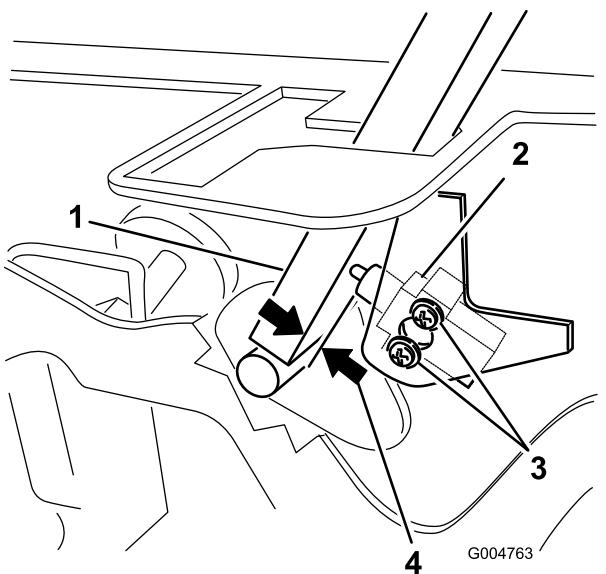

図 81
3. インタロックスイッチを固定しているねじ2本を取り外す図 81。
4. コントロールレバーをフレームに押し付けた状態でスイッチをレバーの方へ移動させて、図 81のようにレバーとスイッチボディとの距離を 0.41mm に調整する。